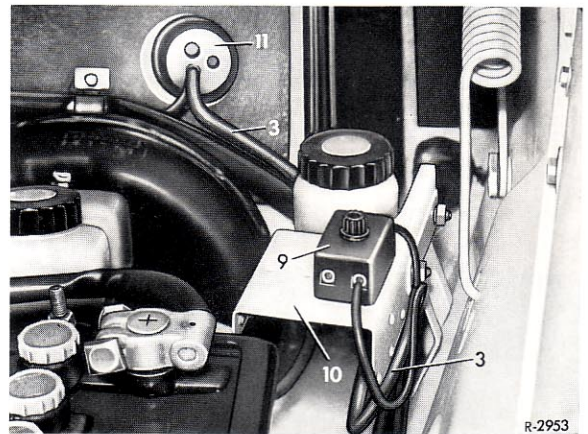

Bild 67-1/9
9. Bei allen Typen, außer den Typen 250 S bis 300 SEL/8 6.3, unterhalb der Instrumenten-tafel Halter (12) mit den Linsenblechschrauben (13) befestigen (Bild 67-1/14 und 15 bzw. 14 und 16).